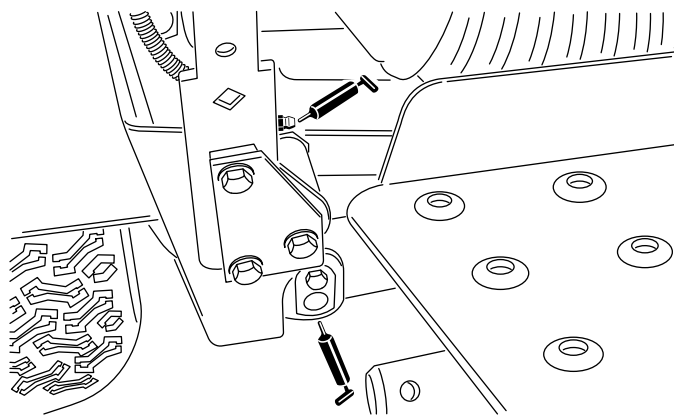

Figura 39
- Bracci di sollevamento (3) (Figura 39)